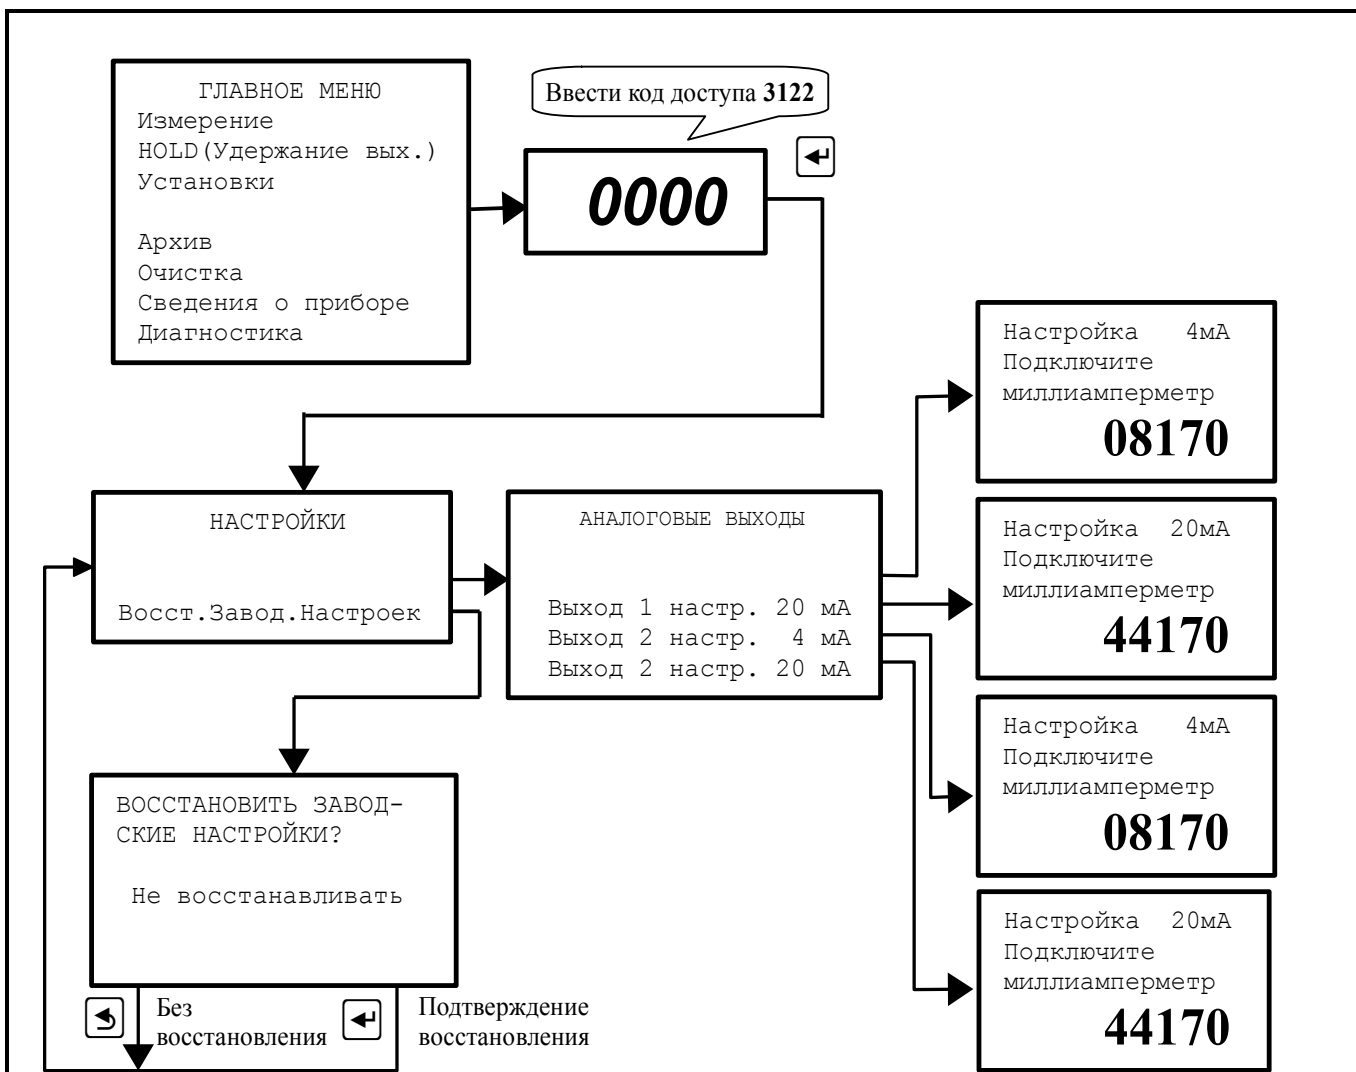

Рисунок 17 - Меню «НАСТРОЙКИ»
3.3.4.1 Вход в это меню защищён паролем, поскольку в нём возможно изменение метрологических настроек анализатора. Для входа в меню необходимо ввести код доступа «3122», выбрать действие и подтвердить кнопкой  (Рисунок 17).
3.3.4.2 В этом меню в случае отклонения метрологических характеристик анализатора по выходному току могут быть подстроены аналоговые выходные сигналы. Для этого каждый аналоговый выход ИП должен быть подключен к миллиамперметру. Для каждого выхода должны быть настроены значения токов 4 мА и 20 мА. Процедура настройки изображена на Рисунок 17.